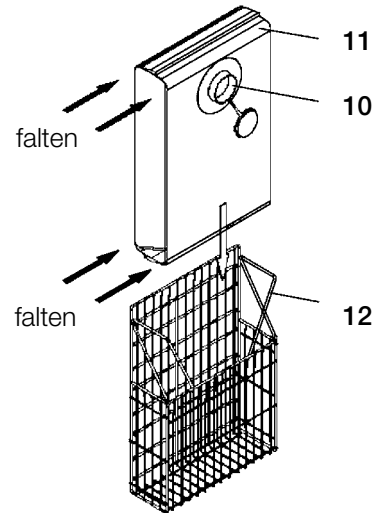

Abb. 5: Einsetzen des Filterstaubbeutels
1. Neuen Filterstaubbeutel (11), wie in Abb. 5 dargestellt, falten und in den Gitterkorb (12) einlegen.